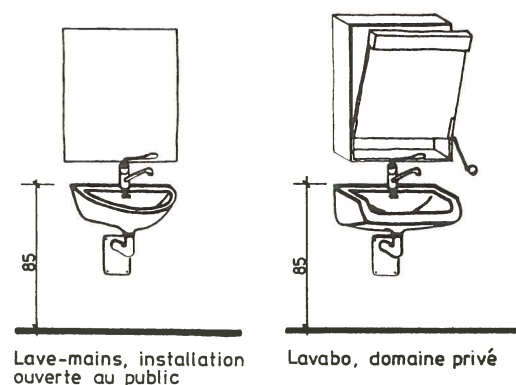

Fig. 10 Exemples de siphons recommandables
- Les **siphons** utilisés habituellement restreignent la possibilité de circuler sous le lavabo en chaise roulante. Dans les installations *ouvertes au public*, les siphons de lavabo doivent être **encastrés**. Dans le *domaine privé*, on peut aussi choisir des modèles **présentant un minimum de saillie** (fig. 10). La meilleure façon d'éviter les brûlures par contact avec le siphon consiste à abaisser la température de l'eau chaude. Les cadres de protection adaptés aux siphons représentent un obstacle supplémentaire, car ils entravent la circulation du fauteuil roulant. Leur emploi est déconseillé!.